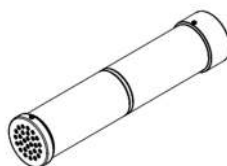

Figura 1 - Test Object
2. **Test Object** (Un oggetto di impedenza nota usato per verificare la calibrazione di fabbrica del dispositivo) (Figura 1)